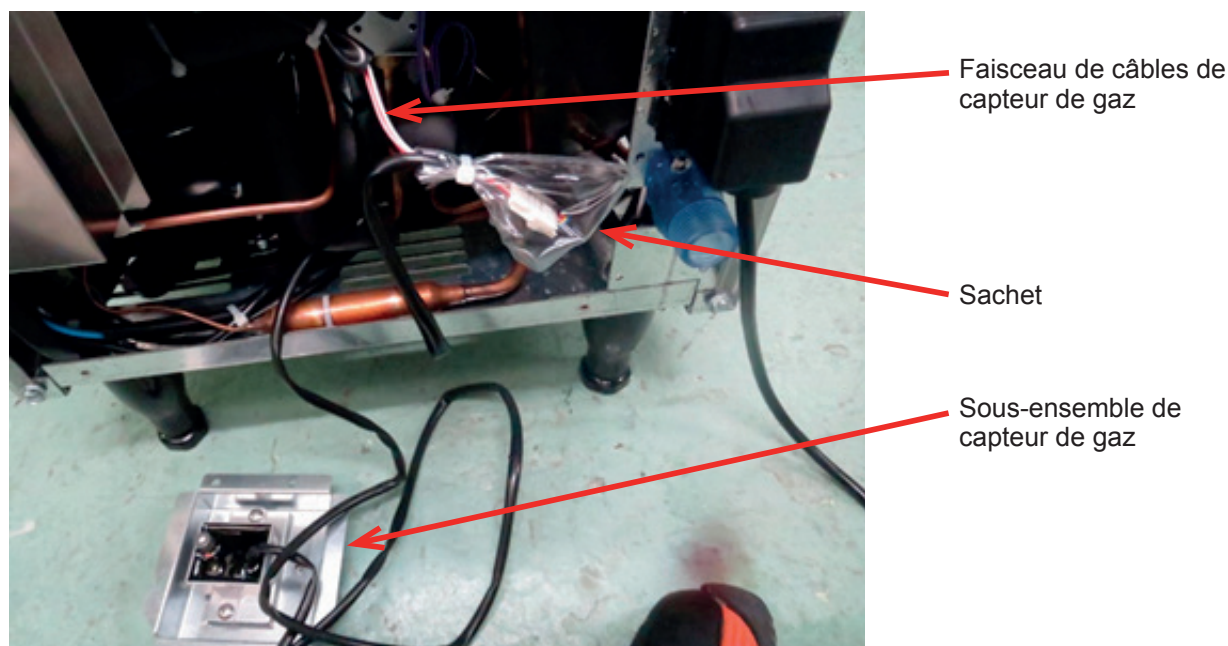
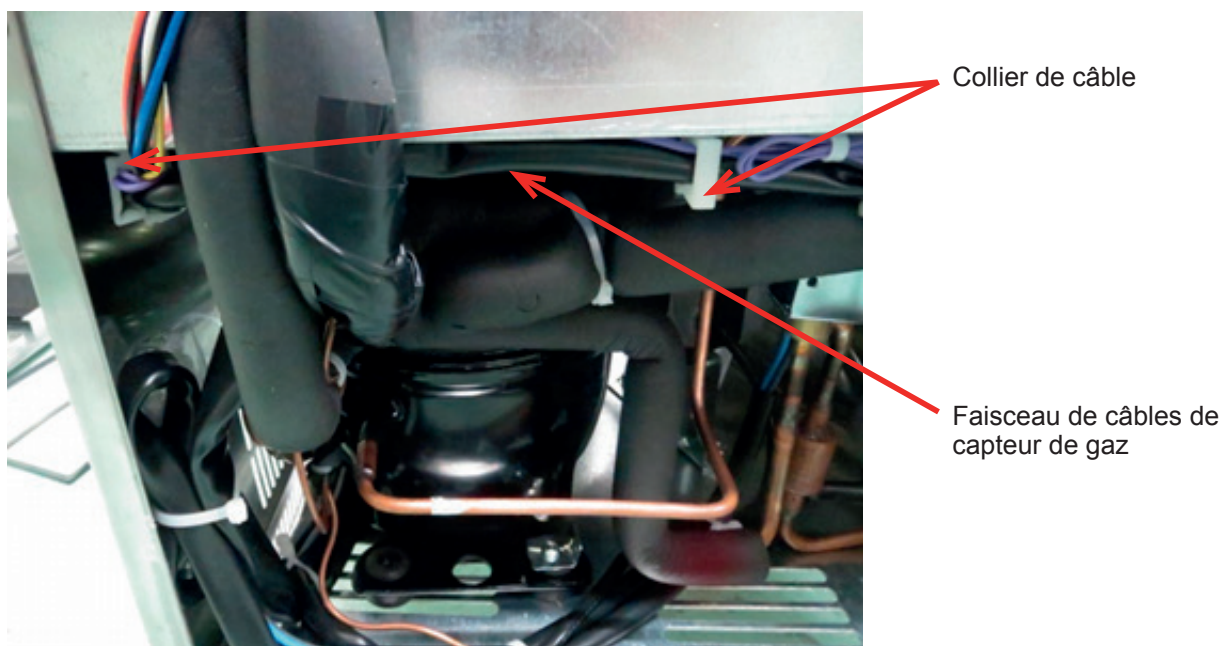

Fig. 30
Fig. 31
14) Faire passer le faisceau de câbles du capteur de gaz attaché à l'étape 10) à l'arrière de la machine et le raccorder au connecteur du sous-ensemble de capteur de gaz. Placer le sachet sur le connecteur et le fixer à l'aide de l'attache comme illustré à la Fig. 30. Attacher le faisceau de câbles du capteur de gaz au collier de câble comme illustré à la Fig. 31.